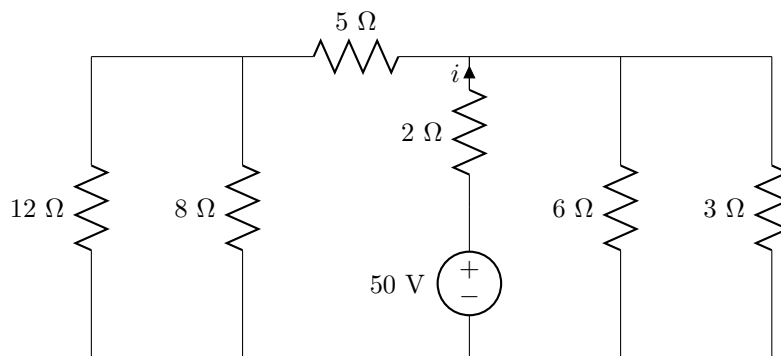

Figura 2.14: Circuito del problema 14.
14. Calcula  $i$  en el circuito de la figura 2.14.